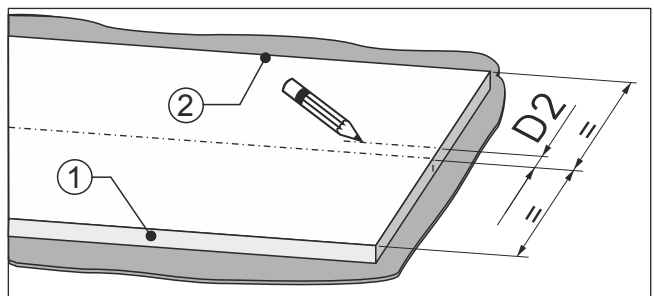

Fig. 96
- Mittaa mitta Fig. 96 (D2) kalustepeitteen keskikohdasta ovivasteen puolen Fig. 96 (2) suuntaan.